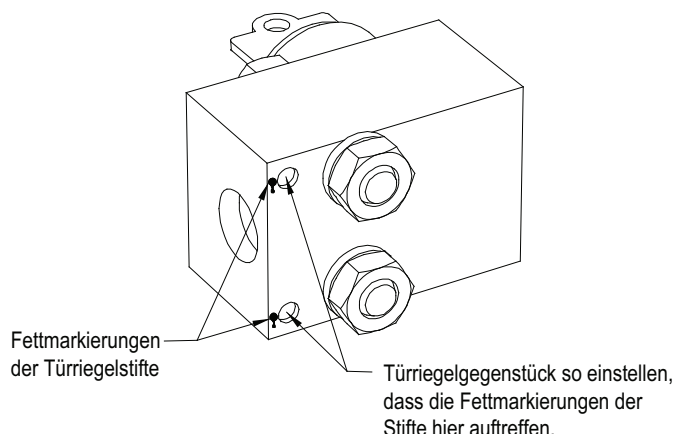

Abbildung 250 – An der Tür montierte Türriegelbaugruppe
4. Sichern Sie die Schaltschranktür im geschlossenen Zustand mit Schrauben, sodass die Stifte am Türriegelgegenstück die Türriegelbaugruppe berühren. Auf diese Weise sollten an den Stellen, an denen die Stifte die Baugruppe berühren, zwei Markierungen des Schraubendichtmittels oder Fetts entstehen (siehe Abbildung 250 auf Seite 266).